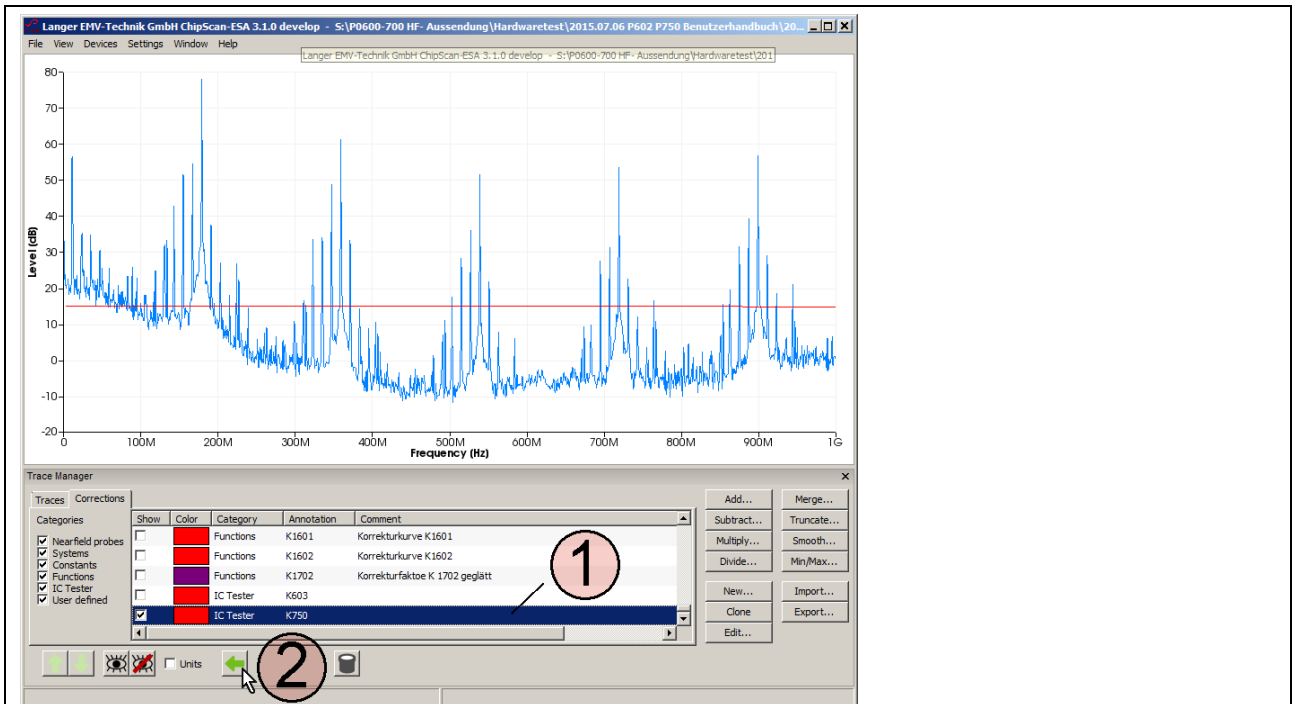

Bild 31: Korrektur nach der Messung: Kopieren von „K750“ aus der Liste „Corrections“ in die Liste „Traces“.
Die Korrekturkurve „K750“ ist in der Liste „Corrections“ des „Trace Managers“ vorhanden. Zur Auswahl für die Korrektur wird im „Spectrum Analyzer Manager“ unter „Correction“ der Button „Select“ angewählt (Mauszeiger ① Bild 31).